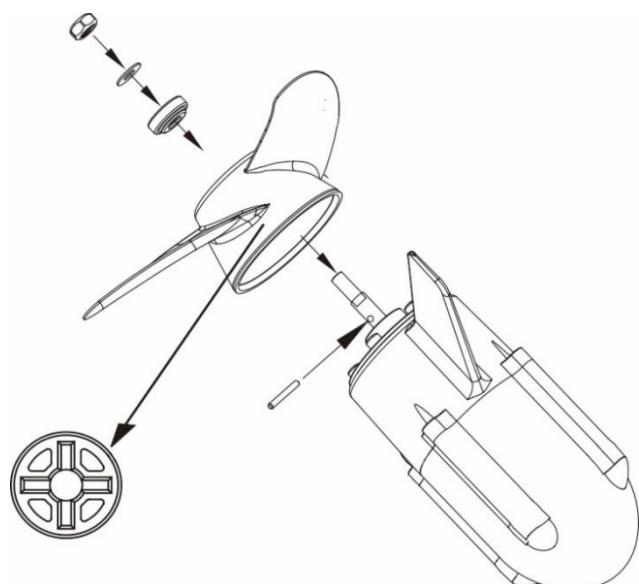

Abb. 1b
1. Den Sicherungsstift in die Bohrung der Antriebswelle so einführen, dass er ausgerichtet liegt. Den Propeller so positionieren, dass die Nut im Propeller auf den Stift passt. Den Propeller, die Unterlegscheibe und die Mutter auf die Motorwelle aufsetzen. Im Falle von ES-XT65/ES-XT65X TURBO MAX ist vor der Unterlegscheibe und der Mutter ein spezieller Ring aufzusetzen - Abb. 1b.